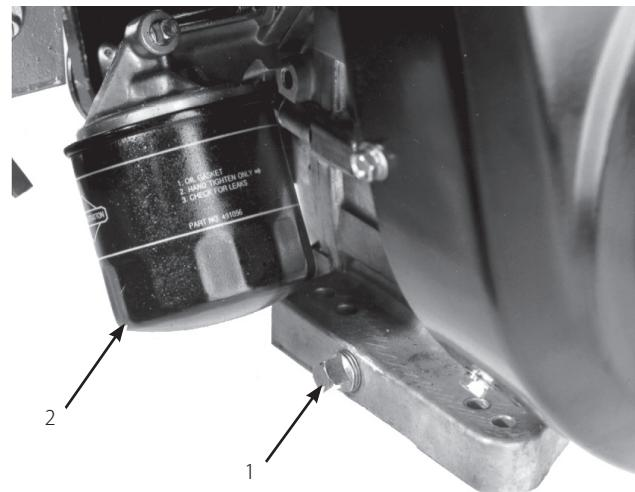

図 34
1. ドレン・プラグ (図34) を外し、排出されるオイルを廃油受け容器に回収する。オイルが抜けたらドレン・プラグを取り付ける。
2. オイル・フィルタ (図34) を取り外す。新しいフィルタのガスケットに薄くエンジン・オイルを塗る。